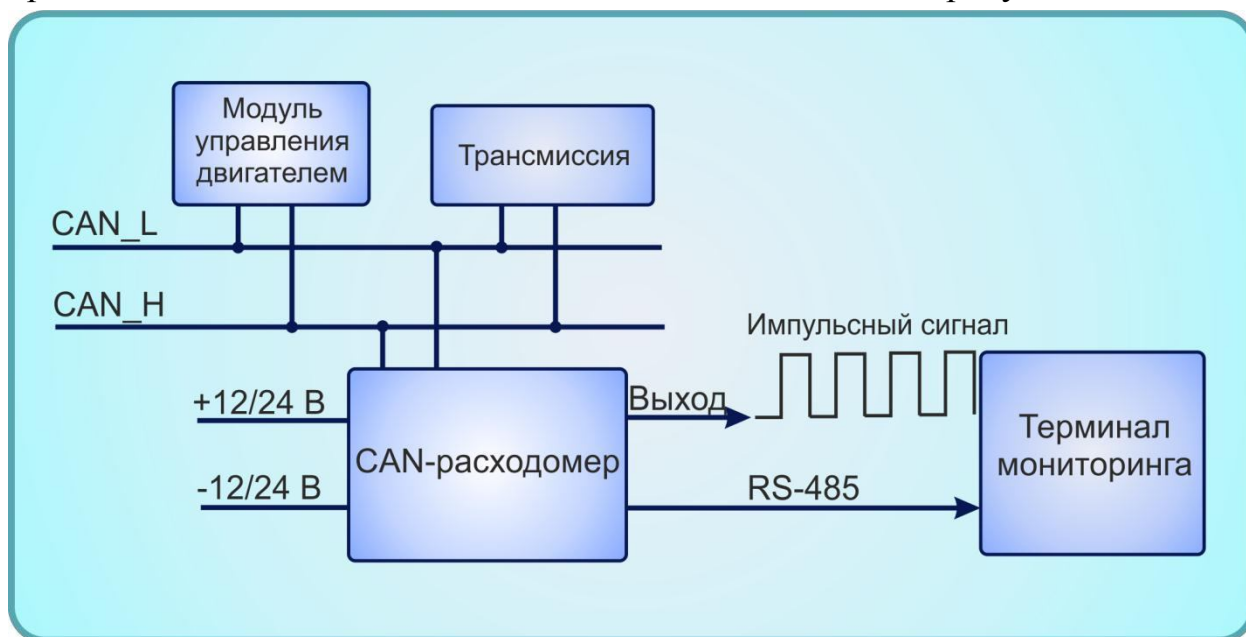
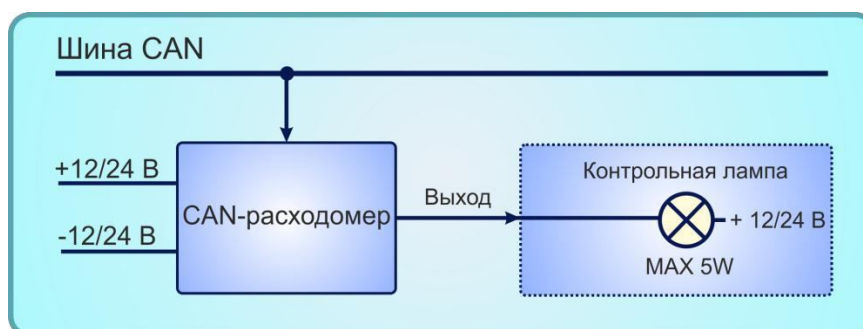

Рисунок 3 – Схема подключения CAN-расходомера
Рисунок 10 – Схема пробника
2) Нет импульсов на импульсном выходе	<p>1. Убедитесь, что запущен двигатель транспортного средства.</p> <p>2. Проверьте, в каком состоянии находится сервисный светодиод:</p> <ul style="list-style-type: none"> • Не горит – проверьте наличие напряжения питания, и что оно находится в диапазоне от +10 до +30 В. При подаче правильного напряжения питания должен загореться сервисный светодиод. Обратиться к производителю оборудования. • Горит постоянно – убедитесь, что CAN-расходомер подключен в соответствии со схемой приведенной на рис. 3. Если подключение верно сервисный диод должен моргать с частотой несколько раз в секунду. Убедитесь что выбрана правильная CAN-шина (на автомобиле их может быть несколько) и на ней присутствуют требуемые пакеты данных (необходимо обратиться к соответствующим специалистам). Обратиться к производителю оборудования. <ul style="list-style-type: none"> • Моргает с частотой несколько раз в секунду. Измерьте напряжение на не подключенном импульсном выходе (фиолетовый провод). Если оно постоянно равно напряжению бортовой сети или 0 В обратитесь к производителю. Если оно равно \approx _____ заглушите двигатель, измерьте напряжение еще раз, если оно равно \approx напряжению бортовой связи, то проверьте ваше оконечное оборудование. Если оно периодически прыгает соберите пробник согласно рис. 10 и подключите к импульсному выходу, если контрольная лампа моргает – проверьте ваше оконечное оборудование. Обратиться к производителю.